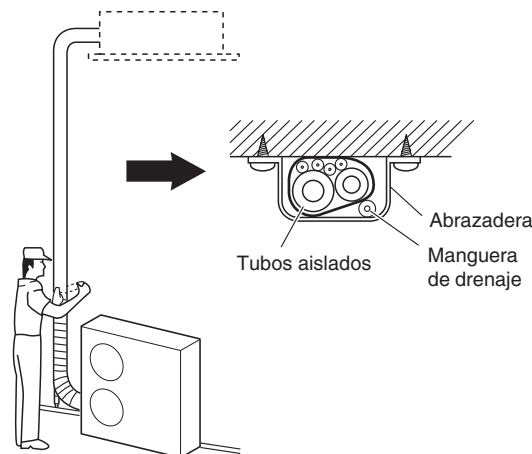

Fig. 5-8
- (1) En este momento, a los tubos de refrigerante (y al cableado eléctrico si lo permiten las regulaciones locales) se les debe colocar la cinta conjuntamente con cinta blindada en 1 grupo. Para evitar que rebose la condensación por la bandeja de drenaje, mantenga separada la manguera de drenaje de la tubería de refrigerante.
- (2) Envuelva la cinta blindada desde la parte inferior de la unidad exterior hasta la parte superior de la tubería por donde entra en la pared. A medida que envuelva la tubería, superponga la mitad de cinta a cada vuelta que dé.
- (3) Fije el grupo de tubos a la pared utilizando una abrazadera aproximadamente a cada metro. (Fig. 5-8)